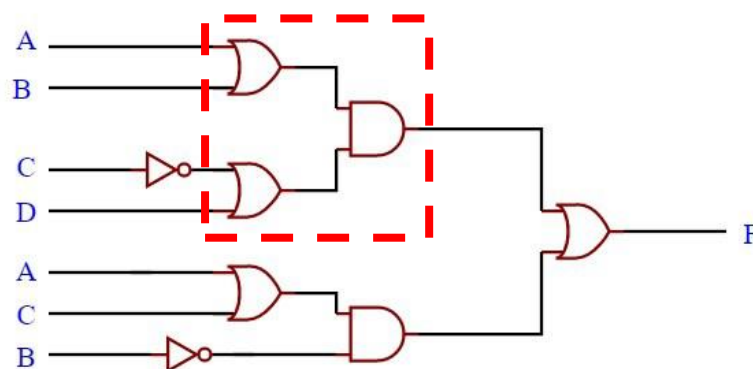
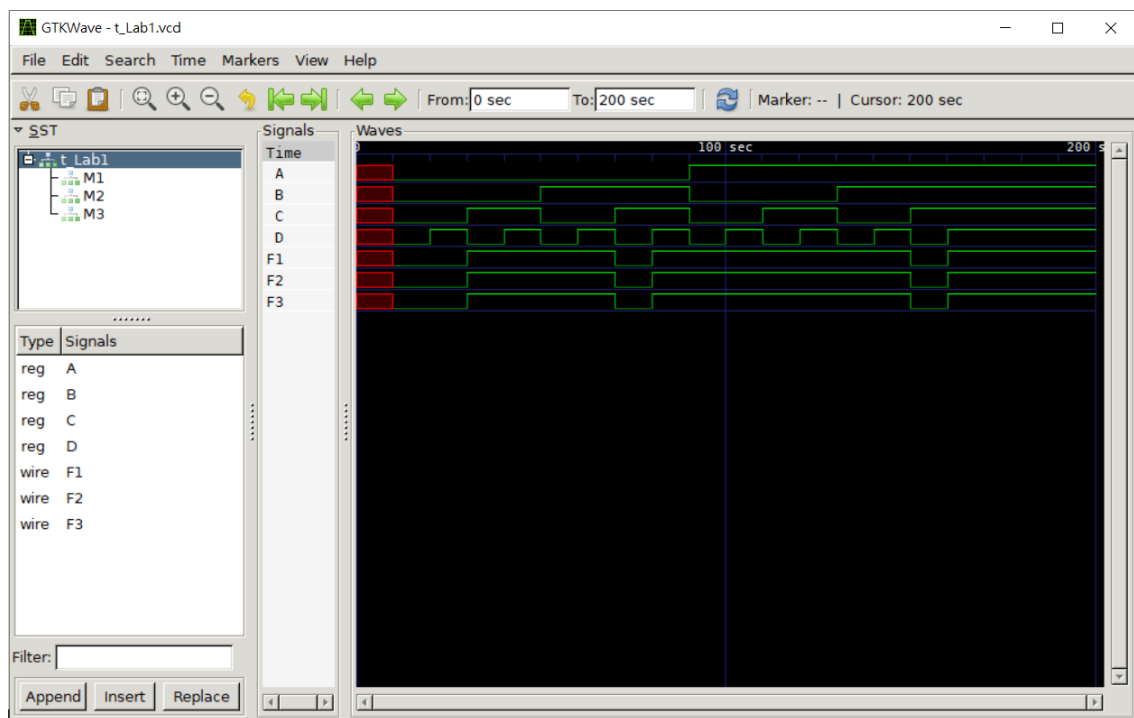

Fig. 3
Fig. 4
- 請將 Fig. 3 中虛線框內之電路撰寫成 user-defined primitive (UDP)，而後利用此 UDP 設計此電路之 HDL 模組。
根據 Fig. 4，其中的 F1 是依照 (a) 方式；F2 是依照 (b) 方式；F3 是依照 (c) 的方式撰寫的電路模擬狀況。而 (A, B, C, D) 則是從 (0, 0, 0, 0) 到 (1, 1, 1, 1) 每隔 10s 為單位 delay 進行切換，來測得該三種電路的所有輸入狀態的輸出狀況。
由 Fig. 4 可以發現三種電路的波形完全一樣，由於沒有設置 propagation delay 不論多複雜或不同的電路路徑或實作方式都在一瞬間完成，且三種方式都在描述同一個電路，因此波形應一樣。根據 Fig. 3 可寫出 logic function、並推得出 truth table 使得出 sum of midterm。 $F(A, B, C, D) = (A + B)(C' + D) + (A + C)B' = \sum m(2, 3, 4, 5, 7, 8, 9, 10, 11, 12, 13, 15)$ 。則此波形應於 30s~70s、80s~150s、160s~時為 1，固波形正確，此三種電路皆正確。
- (e) 請判斷 Fig. 3 之電路是否為該函式 gate input counts 最少之實作？若是，請說明之；若否則請推導出此函式 gate input count 最少的布林代數式，寫出 gate input count 數值，並以 AND, OR, NOT 邏輯開畫出其電路圖。